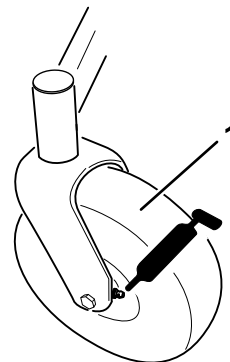

Figure 26
3. Nettoyez les graisseurs (Figure 26) avec un chiffon.
4. Raccordez une pompe à graisse à chaque graisseur (Figure 26).